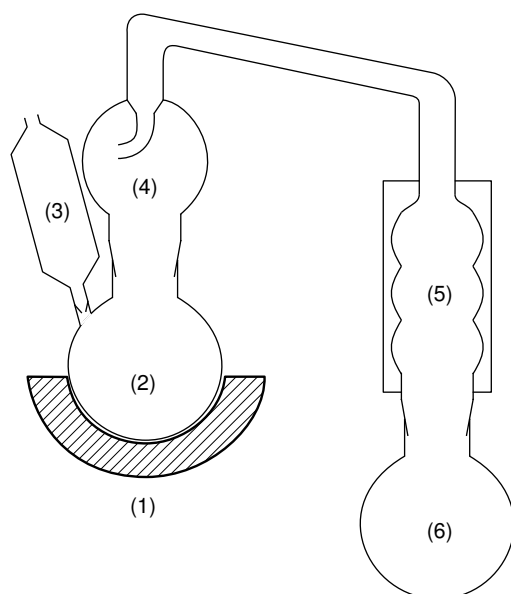

Abbildung 2: Versuchsaufbau zur KJELDAHLdestillation
In der in Abbildung 2 auf der nächsten Seite dargestellten Versuchsanordnung werden in der Vorlage (6) 50 mL Salzsäure mit der Pipette vorgelegt. Hinzu werden einige Tropfen des Methylgemischindikators gegeben. Im Tropftrichter (3)